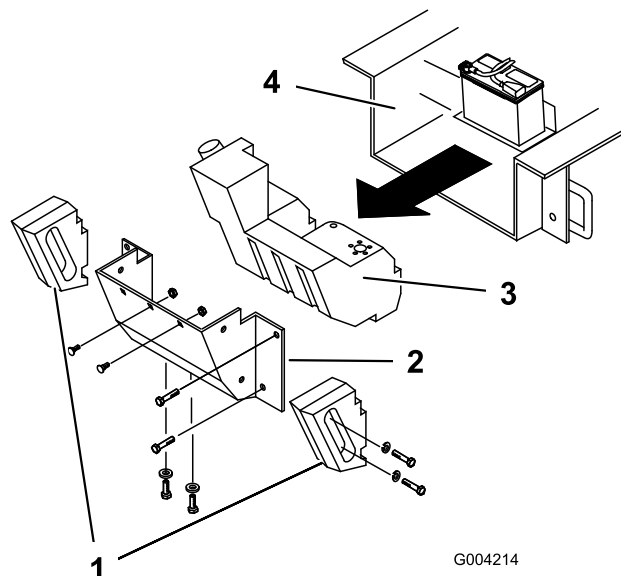

Figure 54
Avec le temps, le châssis s'encrasse sous le moteur et doit être nettoyé. Pour cette raison, ouvrez régulièrement le capot et inspectez la zone au-dessous du moteur à l'aide d'une torche. Si la couche de crasse fait entre 2,5 et 5 cm (1–2 po) d'épaisseur, suivez la procédure ci-après (consultez la Figure 54 à cet effet) :
4. Enlevez les boulons, les rondelles et les rondelles-freins de fixation des deux masses latérales, puis déposez les masses (Figure 54).
7. Retirez les six écrous et boulons de fixation du panneau arrière et enlevez le panneau (Figure 54).
10. Poussez le réservoir de carburant en arrière (Figure 54).
16. Glissez le réservoir partiellement dans le châssis (Figure 54).
21. Remettez le panneau arrière et fixez-le en place à l'aide des six boulons et écrous enlevés précédemment (Figure 54).
23. Montez les masses latérales à l'aide des boulons, rondelles et rondelles-freins enlevés précédemment (Figure 54).